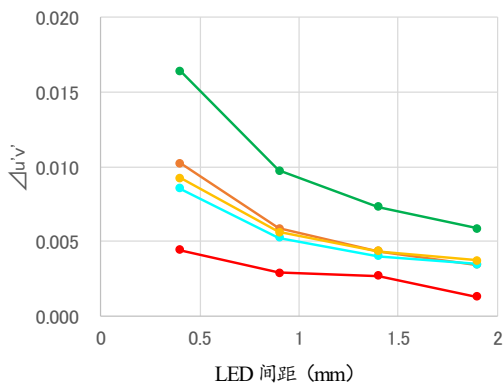

图 15. 色 A: 蓝色
- 色 A 是蓝光 LED 时，LED 安装间距越小，色度偏移量越大。(如图 15)
- 色 A 是蓝光 LED 时，根据邻近 LED 的发光色不同，发生的色度偏移量也不同。如果是和绿光 LED 相邻，色度偏移量最大。这是因为根据光谱光效曲线，人眼对绿色光最为敏感，所以即使激发的光量相同，绿光的光通量最大，发生的色度偏移量也就最大。相反是和红光 LED 相邻时，发生的色度偏移量最小。(如图 15)